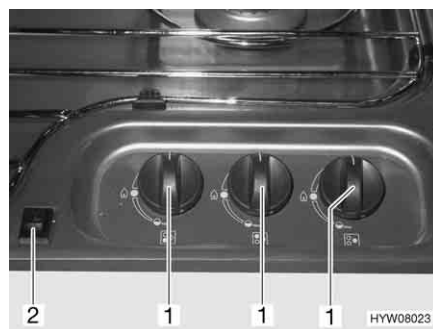

Fig. 130 Elementi di comando (fornello a gas)
- Ruotare il pomello girevole (Fig. 130,1) dell'impianto a fiamma libera desiderato in posizione accesa (fiamma alta).
- Premere l'interruttore a bilico (Fig. 130,2). Sul bruciatore vengono prodotte scintille.